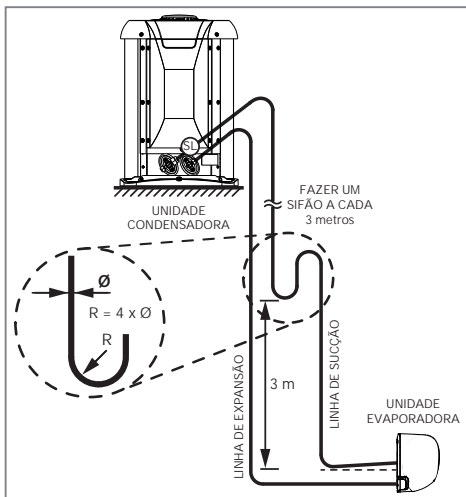

FIG. 20 - LINHAS DE INTERLIGAÇÃO
1. Quando a unidade condensadora estiver em um nível superior ao da unidade evaporadora, fazer sifões nas subidas da linha de sucção a cada 3,0 metros; considerando desde a saída da evaporadora (Fig. 20).
- Quando a unidade condensadora estiver em um nível superior ao da unidade evaporadora, fazer sifões nas subidas da linha de sucção a cada 3,0 metros; considerando desde a saída da evaporadora (Fig. 20).
- Inclinar as linhas horizontais de sucção no sentido do fluxo (Fig. 20).